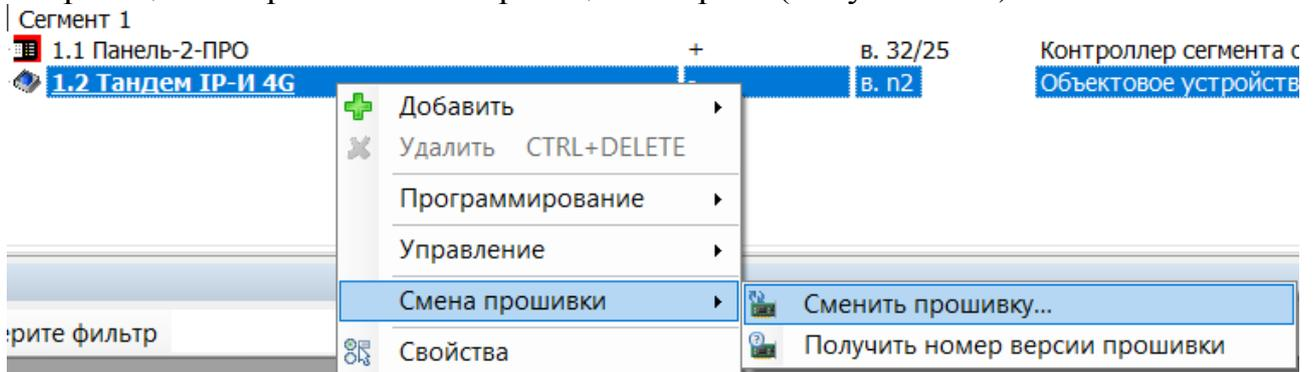

Рисунок 6.57
- Обновление ПО микроконтроллера прибора осуществляется из ПО "Стрелец-Мастер" или ПО "Стрелец-Интеграл" (Рисунок 6.57).